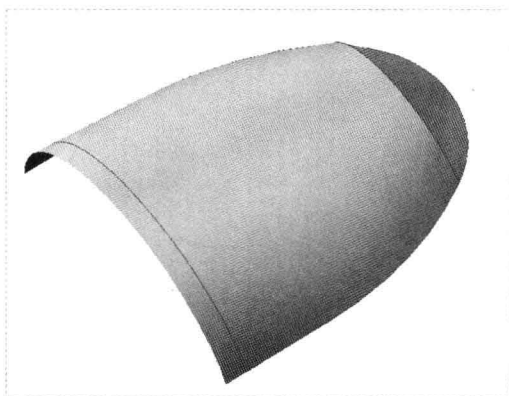

图 10-13 以相切方式延伸曲面
Step 04 单击“应用并保存在工具中所做的所有更改，然后关闭工具操控板”按钮 ，即可以相切方式延伸曲面，效果如图 10-13 所示。